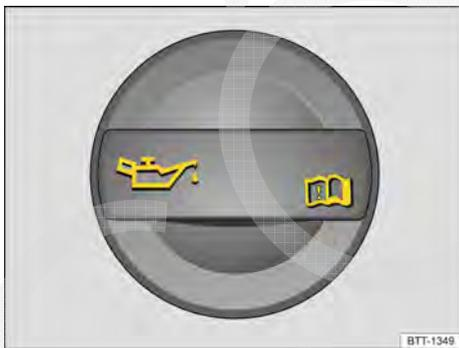

Fig. 258 No compartimento do motor: tampa da abertura para enchimento de óleo do motor (representação esquemática).
6. Identificar a abertura de enchimento do óleo do motor. A abertura de enchimento do óleo do motor pode ser reconhecida pelo símbolo  na tampa → Fig. 258. Se não estiver claro onde a tampa se encontra, procurar uma Concessionária Volkswagen ou uma empresa especializada.
7. Desrosquear a tampa da abertura para enchimento de óleo do motor → Fig. 258.